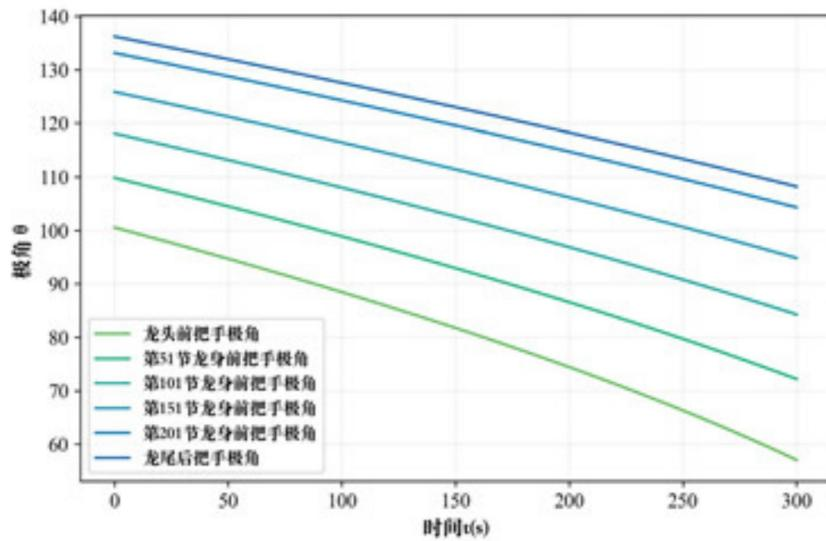

图 5  $t = 0\text{s}$  至  $t = 300\text{s}$  部分把手的极角变化情况
- 若作出极角的变化图像（如图 5 所示），我们可以发现越靠内圈的把手，极角变化速度越快。这是因为越靠内圈，把手的运动半径就越小，为了保持相同的速度，极角的变化率就会变快。这也验证了我们建立的模型的合理性。
正如我们在问题一中所作的分析（如图 5 所示），内圈板凳的极角变化速度更快，这意味着在同一时间内，内圈板凳的角度变化比外圈板凳更大。